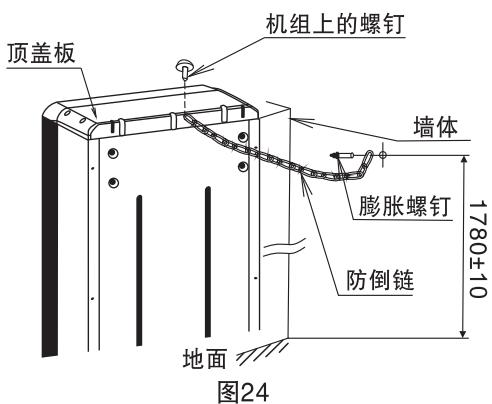

图24
- 为了防止室内机组因意外情况而倾倒，请安装防倒链（见图24）。安装时先从室内机取出防倒链组件，在墙体上相应位置埋入膨胀螺丝，并将防倒链大头部分套入膨胀螺丝后用螺帽拧紧。该链可根据安装环境调节长度，多余部分应留在墙面一侧（见图25）。最后利用顶盖板后部中间位置的螺钉将第一节小头部分固定在后板上（见图26）。